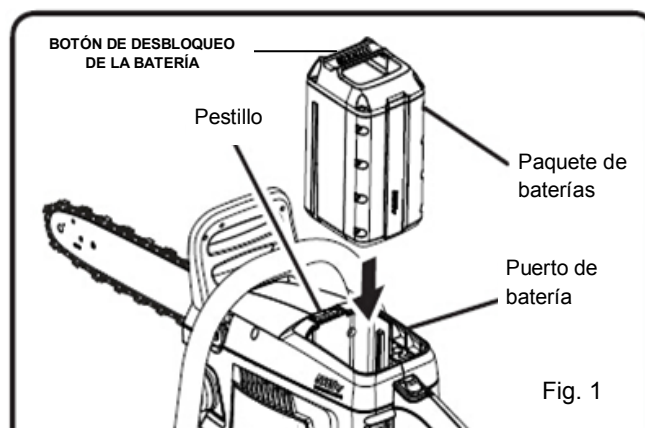

Fig. 1
- Alinee la ranura exterior del paquete de baterías con la costilla realzada interior del receptáculo para pilas de la herramienta y coloque el paquete de baterías en la herramienta. (Fig 1)